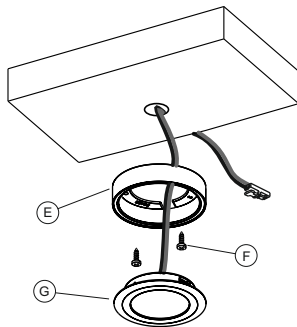

Fig 6
- Secure the plastic bracket (E) to the installation surface with the included screws (F); insert the light (G) into the plastic support, applying light pressure until it is completely fitted as illustrated in figure 6.
- Die Kunststoffhalterung (E) mit den im Lieferumfang enthaltenen Schrauben (F) an der Montagefläche fixieren. Den Strahler (G) in die Kunststoffhalterung einsetzen, bis dieser komplett einrastet (siehe Abb. 6).
- Fixer le support plastique (E) au plan d'installation à l'aide des vis (F) fournies ; insérer le spot (G) dans le support plastique en exerçant une légère pression jusqu'à l'encastrement complet, comme indiqué sur la figure 6.